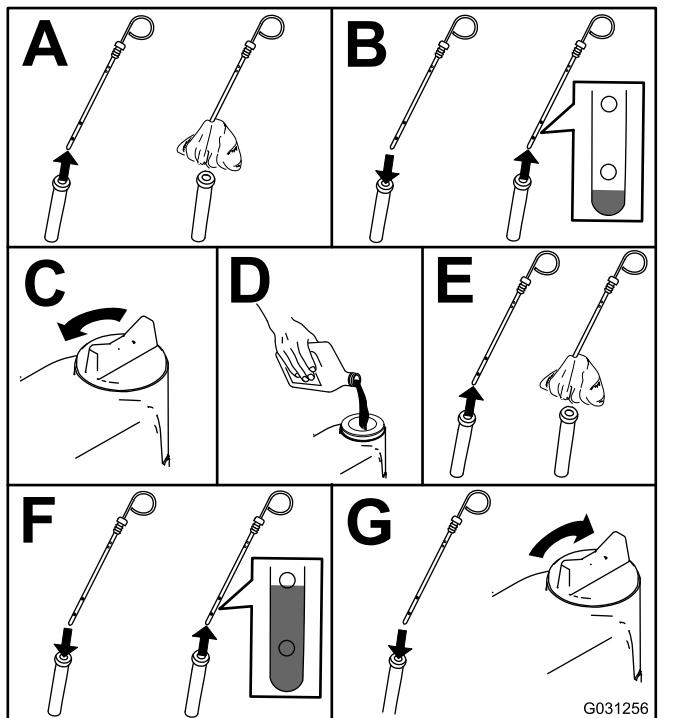

Figura 38
2. Controllate il livello dell'olio motore (Figura 38).